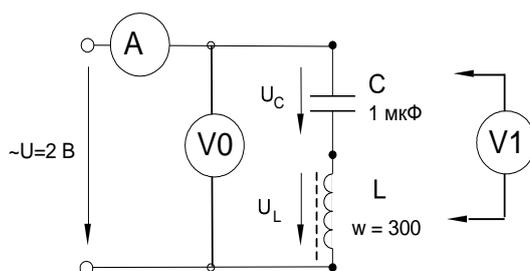

Рисунок 8.10 – Схема электрической цепи
- Соберите цепь согласно схеме (рис. 8.10), подсоедините регулируемый источник синусоидального напряжения и установите напряжение на его входе 2 В и частоту 500 Гц. В качестве индуктивности с малым активным сопротивлением используйте катушку трансформатора 300 витков, вставив между подковами разъемного сердечника полоски бумаги в один слой (немагнитный зазор).